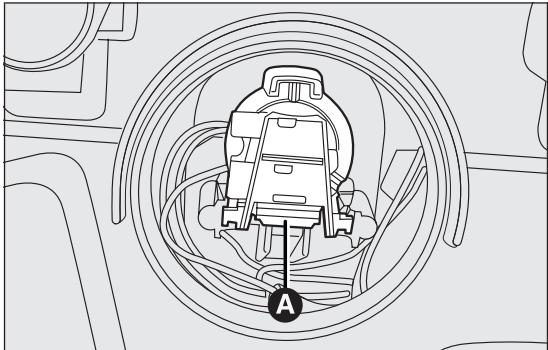

Abb. 113
- Die Blockierungsvorrichtung A Abb. 113 drücken und den Lampensockel herausziehen;